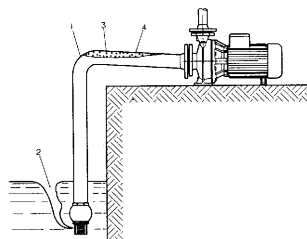

RYSUNEK 1
5.5 Rury ssawne i doprowadzające (Patrz schemat rys. 1)